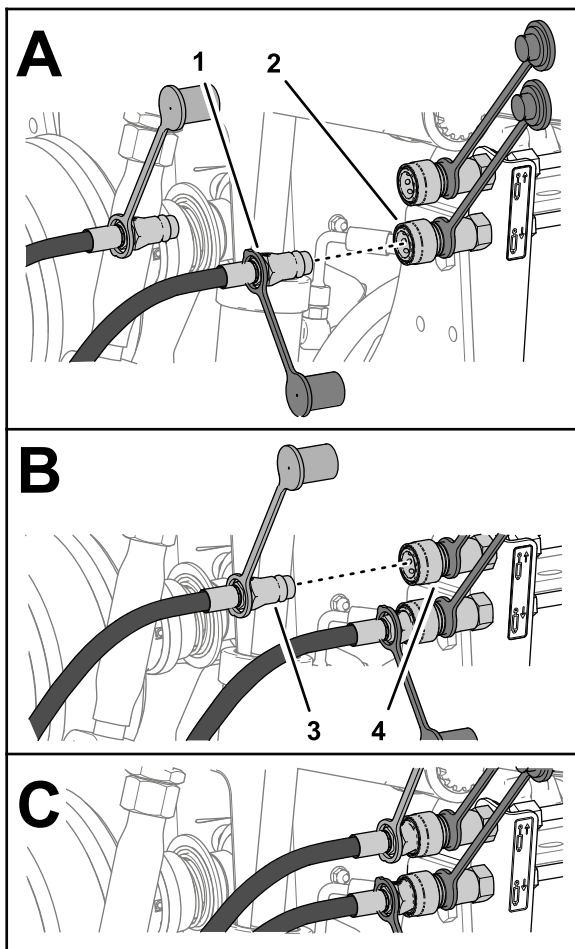

Figure 27
4. Raccordez le flexible d'extension de vérin à raccord rapide au circuit d'abaissement de l'accessoire arrière à raccord rapide (Figure 27).